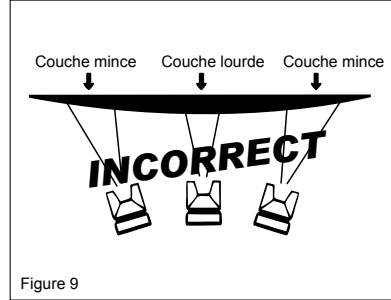

Figure 9
**Note:** Gardez toujours le pistolet se déplaçant parallèlement à la surface étant recouverte pendant la pulvérisation. Arrêtant le mouvement des pistolets à mi-course va provoquer une accumulation de peinture et entraîner des pistes. Ne soufflez pas le pistolet d'un bout à l'autre lors de la peinture, car cela entraînerait une accumulation de peinture dans le centre de la course et un revêtement insuffisant à chaque extrémité. (Voir la Figure 9)